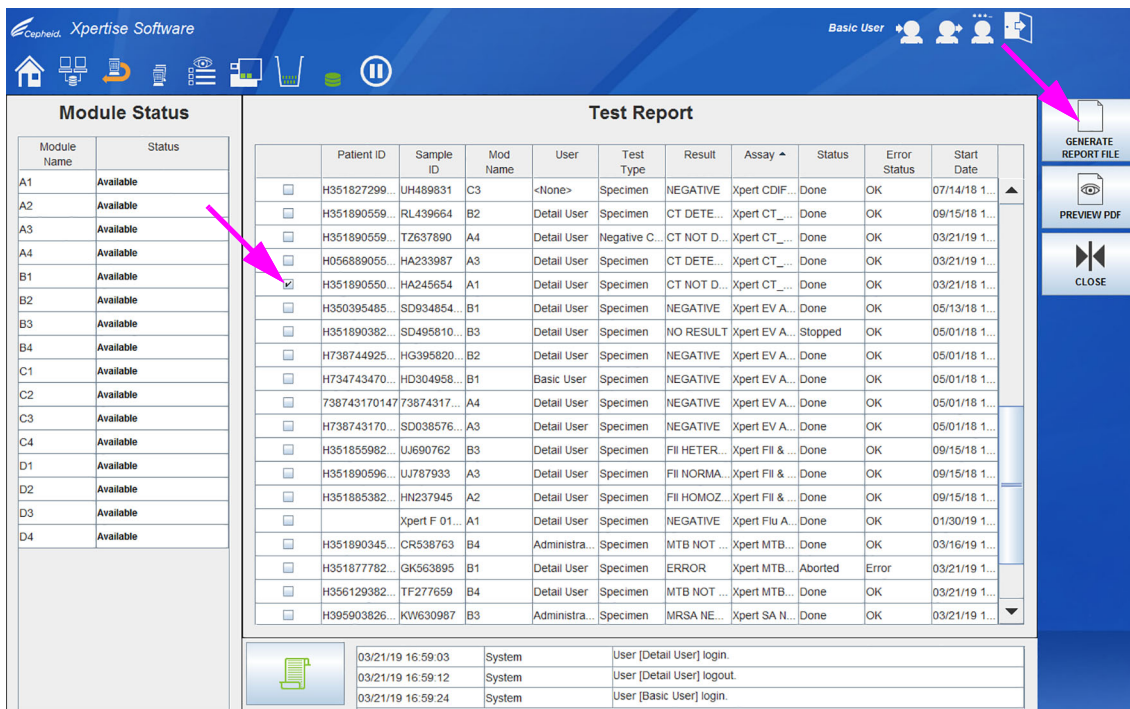

Figura 5-79. Área de trabalho Test Report (Relatório de teste) (utilizador básico)
1. Na área de trabalho View Results (Ver resultados), selecione o botão **Report (Relatório)** (ver Figura 5-63). Aparece a área de trabalho Test Report (Relatório de teste). Ver Figura 5-79.
2. Selecione um ou mais relatórios de teste a gerar utilizando a(s) caixa(s) de verificação na coluna da esquerda. Ver Figura 5-79.
- 1) Selecione o botão **GENERATE REPORT FILE (GERAR FICHEIRO DE RELATÓRIO)** na área de trabalho Test Report (Relatório de teste) (ver Figura 5-79) para criar um ficheiro PDF do relatório de teste. Aparece a caixa de diálogo Generate Report File (Gerar ficheiro de relatório), que permite guardar o ficheiro na localização especificada. Selecione **SAVE (GUARDAR)** quando estiver na localização pretendida.